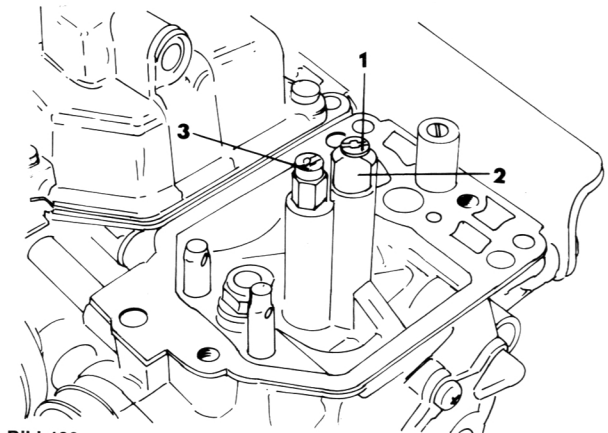

Bild 129
- Unter Bezug auf Bild 129: die Sekundärhauptdüse (3), die Primärhauptdüse (1) und den Leerlaufdüsenstößel (2) entfernen. Die Leerlaufdüse kann nicht entfernt werden, da sie fest eingepasst ist.